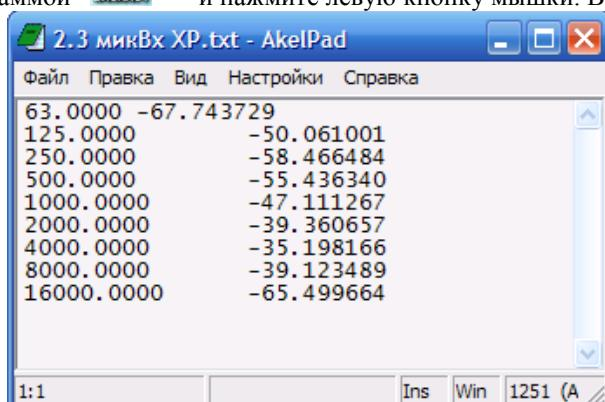

Рис.7.4. Фрагмент таблицы данных АЧХ
- Сохраните график частотной характеристики в виде текстового файла **U.txt**. (рис.7.4)